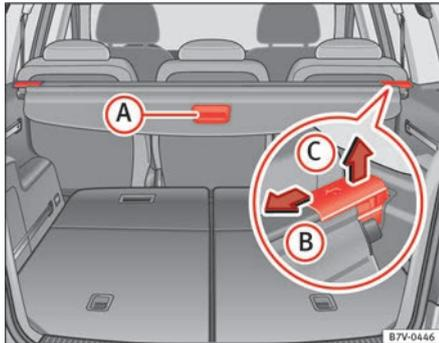
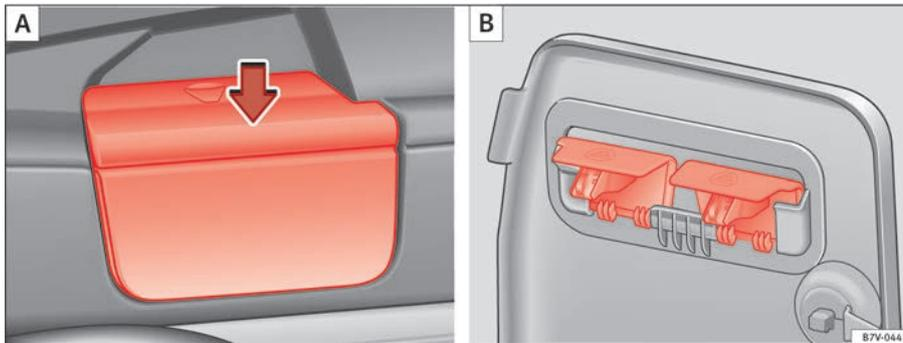

Abb. 91 Im Gepäckraum:
Abb. 92 Abdeckung der Aufnahme der Gepäckraumabdeckung abnehmen (A) und sicher verstauen (B).
- Gepäckraumabdeckung am Griff ⇒ Abb. 91 (A) etwas nach hinten ziehen.
- Abdeckungen der Aufnahmen in den Seitenverkleidungen ⇒ Abb. 92 (A) abnehmen. Dazu von oben auf die Abdeckung drücken (Pfeil) und Abdeckung abziehen.
- Ablagefach in der Seitenverkleidung hinten links im Gepäckraum öffnen ⇒ Seite 148 und Abdeckungen an der Rückseite des Ablagefachdeckels einhängen (B).
- Gepäckraumabdeckung in Pfeilrichtung zusammendrücken ⇒ Abb. 91 (B).